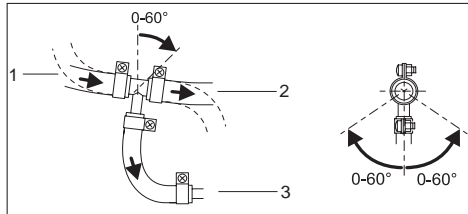

Fig. 13: Esempio: posizione di montaggio tubazione di alimentazione dispositivo di prelievo combustibile
- Montare il dispositivo di prelievo in modo da permettere il deflusso automatico di bolle d'aria o di gas in direzione del serbatoio. V. Fig. 13.